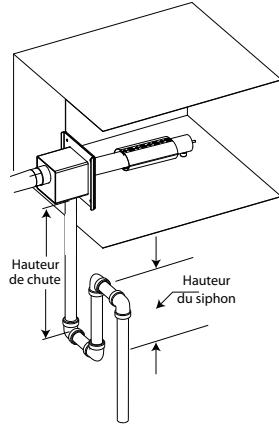

Fig. 3.b
**Remarque:** Les connexions et le tuyau d'évacuation de la condensation illustrés sur la Fig.3.a et 3.b ne font pas partie du système ultimateSAM.